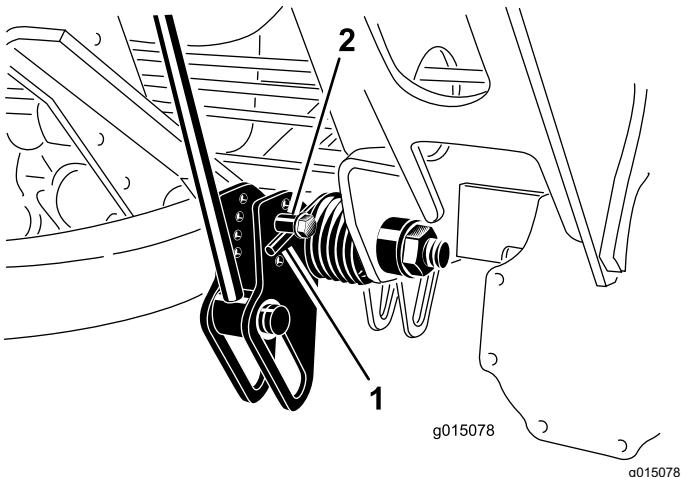

Figura 59
3. Mentre allentate la tensione della molla, togliete il bullone e il dado di bloccaggio che fissano l'attuatore della molla alla staffa (Figura 59).